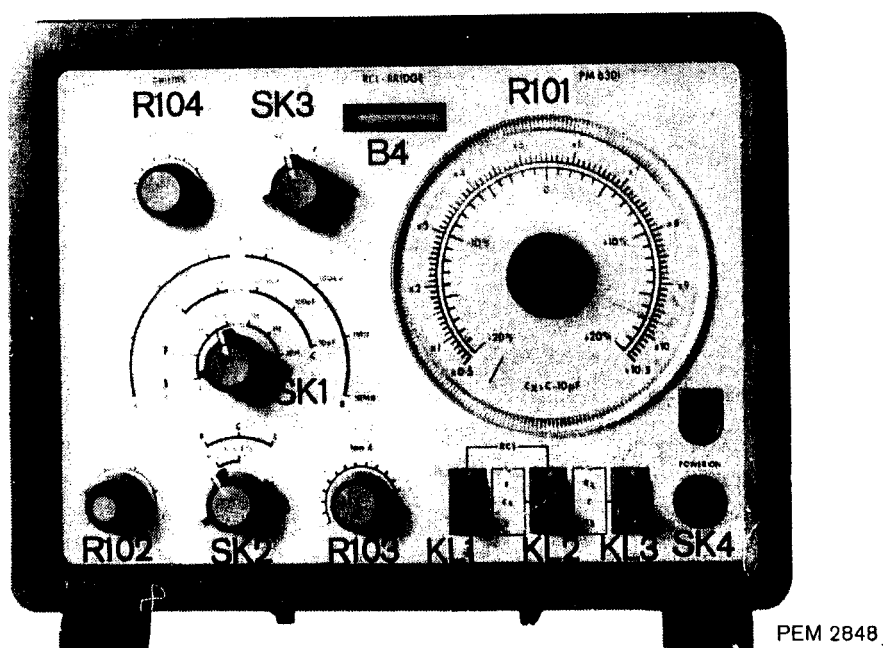

Abb. 2. Vorderansicht
B. ANSCHLÜSSE, AUSGÄNGE (Abb. 2)
C. BEDIENUNGSORGANE (Abb. 2)